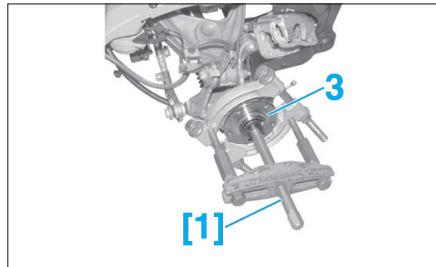

Fig. 48
- [1]. Extracteur (réf : FACOM U53.J1) (Fig.48).
- Positionner l'extracteur [1] et déposer le moyeu (3) (Fig.48).